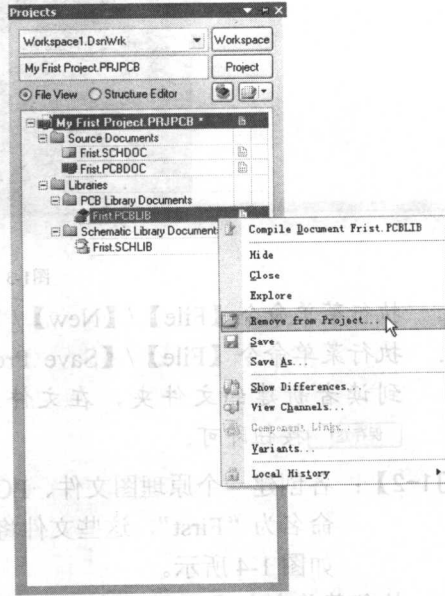

图 1-7 移出设计文件
1. 将鼠标光标移到“**First.PCBLIB**”上，然后单击鼠标右键，即可弹出如图 1-7 所示的命令菜单。执行菜单命令 **【Remove from Project】**，即可将“**First.PCBLIB**”从当前设计工程中移出。